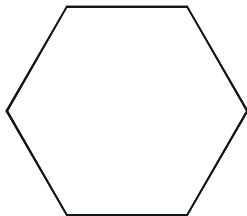

图 9-2-1
STEP 01 新建一个图层:半球体,默认其各选项不变;六角柱,默认各项值不变;螺孔,同样的默认各项值不变。把视图转到俯视图,用多边形工具绘制正六边形,如图 9-2-1 所示。具体操作如下:
// 输入内接圆半径，效果如图 9-2-1 所示